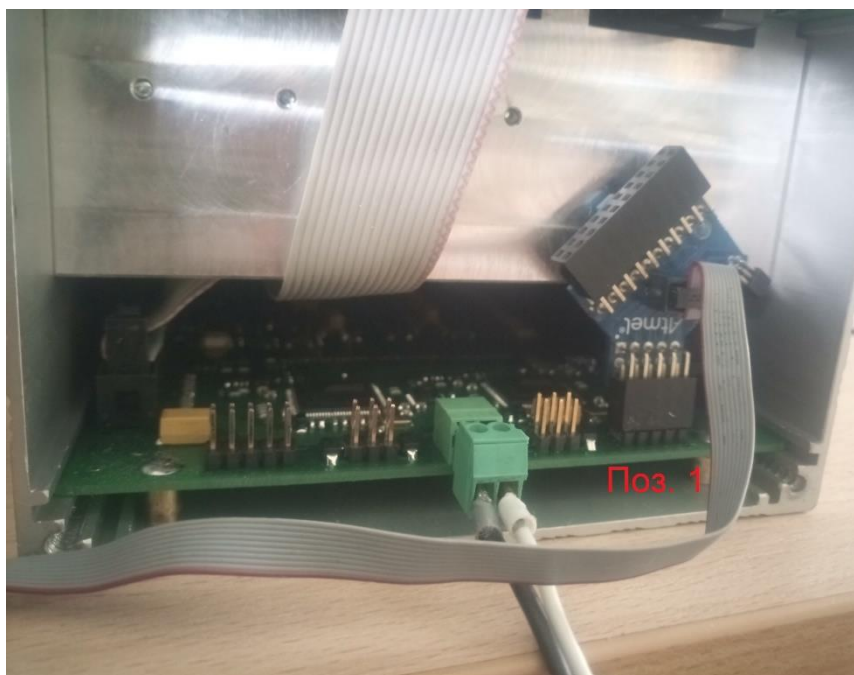

Рисунок 5. Подключение источника питания и жгута программатора для программирования второго микроконтроллера
1.3.2.6 Переключить жгут программатора к разъему для программирования второго микроконтроллера платы управления УБП (поз.1 рисунок 5).